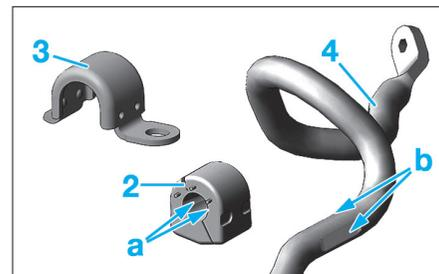

Fig. 17
La barre stabilisatrice possède deux paliers (2) (Fig.17). Le calage des paliers est assuré par des méplats en "a" et "b", et est également bloqué par une bride (3) sur la barre stabilisatrice (4).